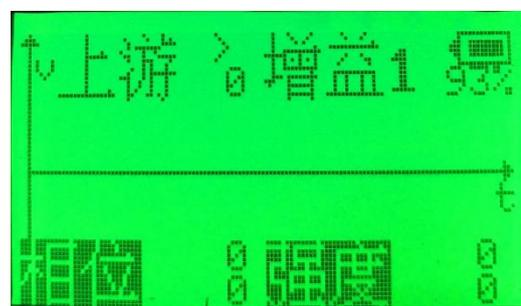

图 10 探测器同步模式
- 按键 LIGHT：短按一次，保存当前波形并显示相应值，“强度”“相位”（只有在相位模式下才保存相位值）字样返显，保存的数值显示在最底行，当前实时采样值显示在其上一行，如图 10，连续按键 2 次，清除已保存波形。
- 按键 FUN+ LIGHT：同时按下进入同步（相位）模式，如图 10。屏幕左上角显示上下游信息及相位差值（和已保存的波形对比计算），“>”表示滞后，“<”表示超前。再次同时按下退出相位模式。